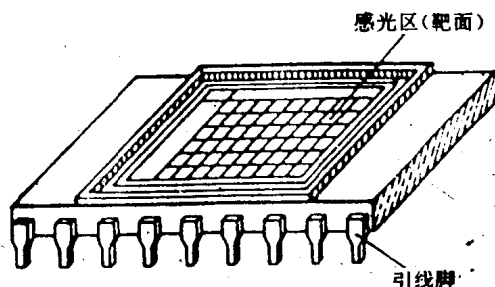

图 2-4 CCD 示意图
CCD (电荷耦合器件) 实质上是一种集成电路 (IC)，从外形看它是一块具有 20 条引出脚的双列直插式集成电路，在它的上面有一个长方形的感光区，如图 2-4 所示。拍摄时，景物